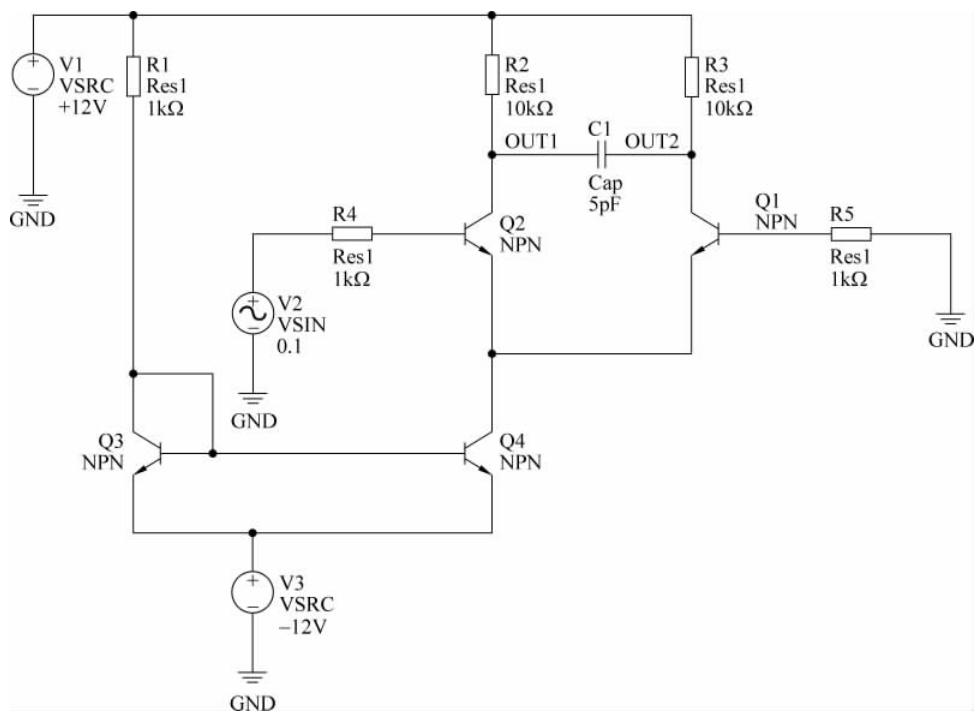

图 3-67 修改电路元器件参数
(6) 如图 3-67 所示,将 V1 和 V3 分别设置为 +12V 和 -12V。其他元器件参数按如图 3-67 所示进行设置。
(7) 为了方便对仿真结果的分析,如图 3-67 所示,在电容 C1 的两端分别放置名字为 OUT1 和 OUT2 的网络标号。